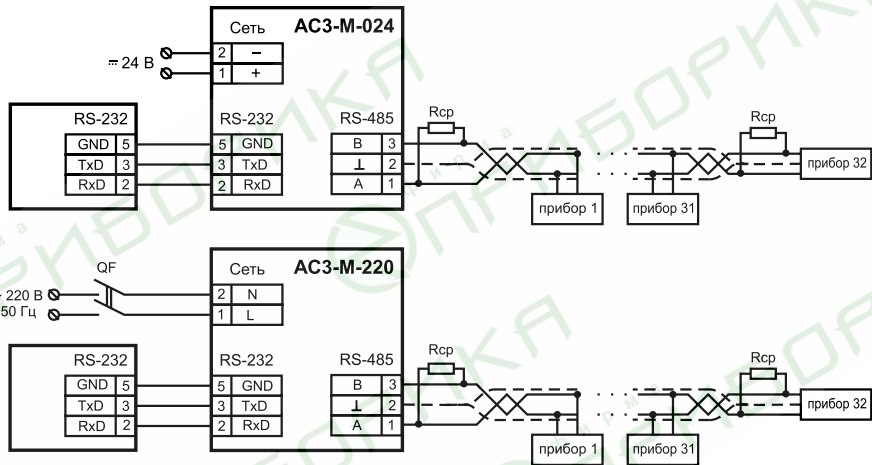

Рис. 6.1. Схемы подключения прибора AC3-M
6.2. Подключение кабелей сигнальных цепей и сетевого напряжения выполнять в соответствии со схемой подключения прибора в зависимости от его модификации (рис. 6.1.)